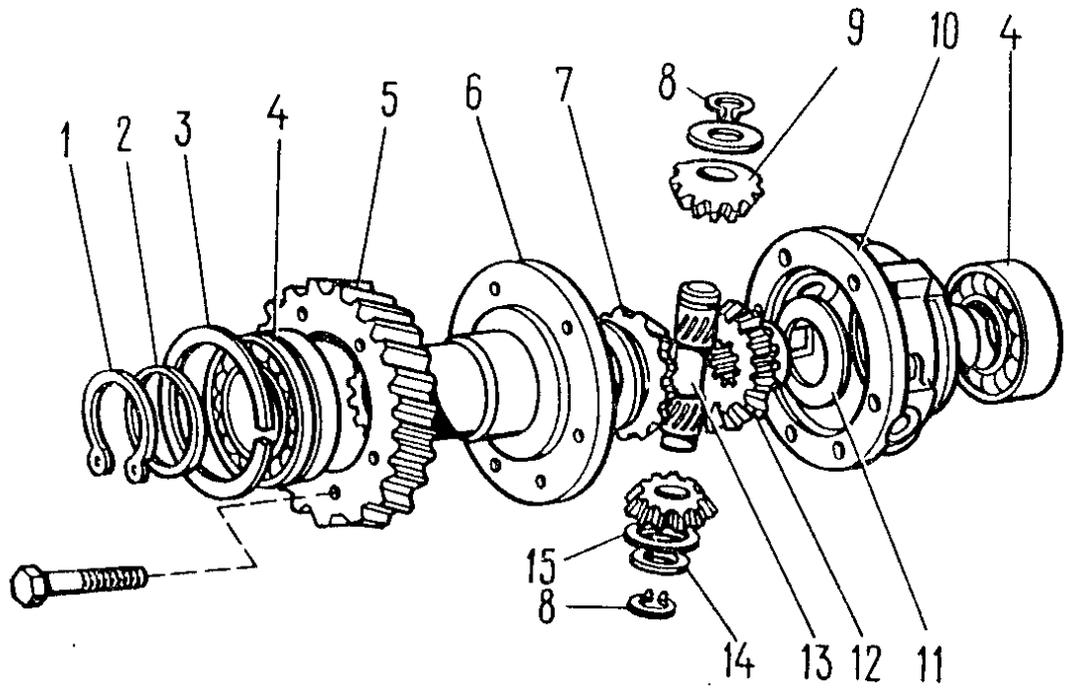

Fig. 3-45. Piezas del diferencial del reenvío:
- quitar el anillo de retención 1 (fig. 3-45) y la arandela de resorte 2 del cojinete delantero;
- quitar los anillos de retención 8 (fig.3-45), y la arandela elástica 15, seguidamente despresar el eje de los satélites y quitar los satélites y los piñones de accionamiento de los puentes propulsores junto con las arandelas de apoyo.
Después de quitar la arandela elástica 15 (véase fig.3-45) hay que persuadirse de que los anillos de retención no tienen desplazamiento radial en las ranuras del eje 14. Caso de que se localice juego habrá que cambiar los anillos de retención.